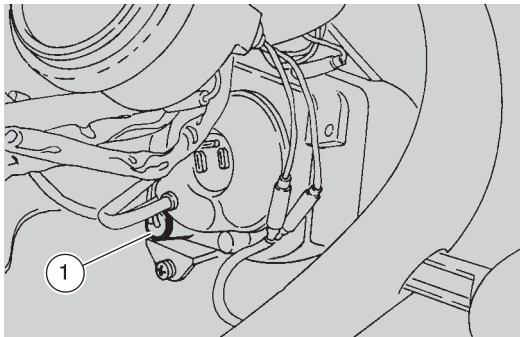

Abb. 58
- die Gummifassung herausziehen (1-Abb. 58), Glühbirne herausnehmen;